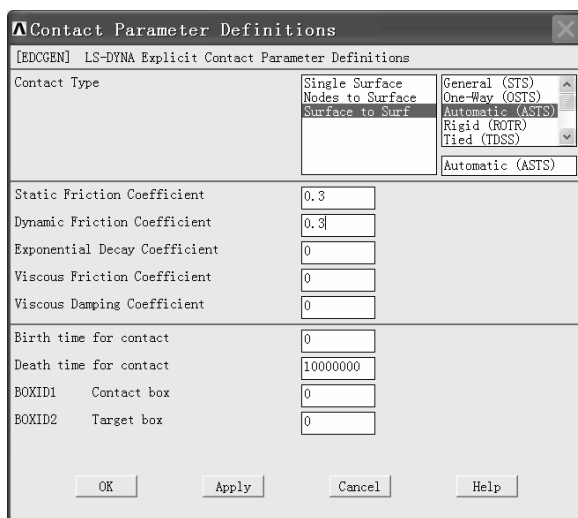

图 4-49 “Contact Parameter Definitions”窗口
(1) 依次选择 Main Menu>Preprocessor>LS-DYNA Options>Contact>Define Contact，弹出“Contact Parameter Definitions”窗口（见图 4-49）。